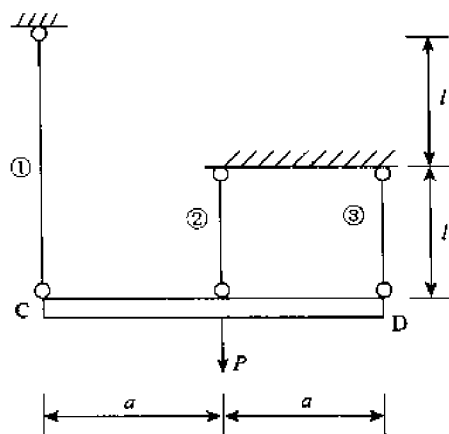

图 10-7
【例 2】 如图 10-7 所示结构,①、②、③三杆材料相同,截面相同,弹性模量均是 E ,杆截面面积是 A_0 ,横杆 CD 为刚体,载荷 P 作用位置如图所示。求①②③三杆的轴力。(山东大学,2001 年)